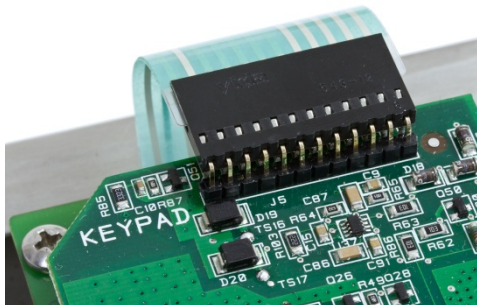

Figure 3-29 : Point de connexion du clavier
7. Branchez le câble du clavier sur le nouveau point de connexion de l'IND560x-PAB. Le nouveau point de connexion est indiqué par la mention « KEYPAD » (Figure 3-29).